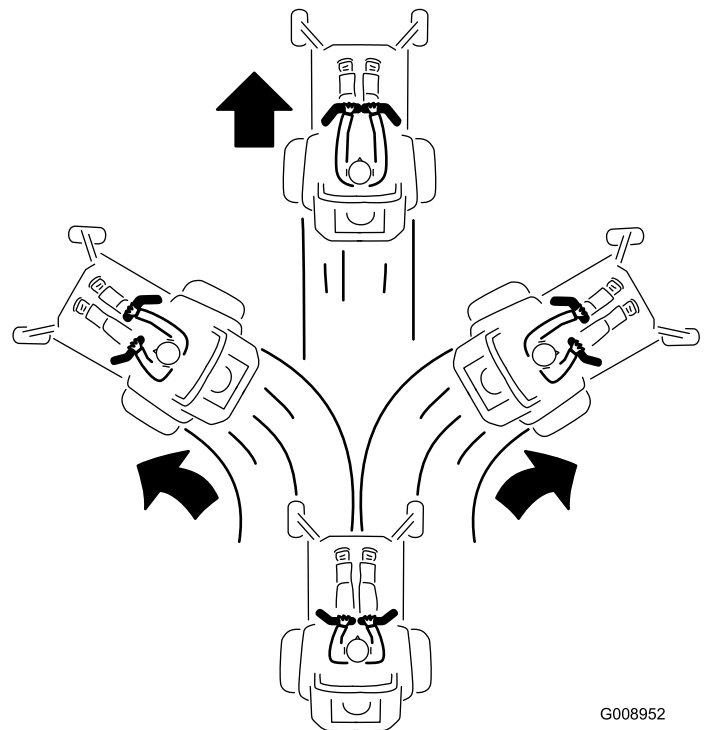

Bild 26
3. Drücken Sie die Fahrtriebshebel langsam nach vorne, um vorwärtszufahren (Bild 26).